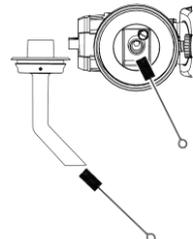

fig. 15
11. Nettoyez le tube d'aspiration et la buse d'aspiration de l'accessoire de pulvérisation à l'aide d'une brosse et d'un produit de nettoyage approprié (fig. 15).